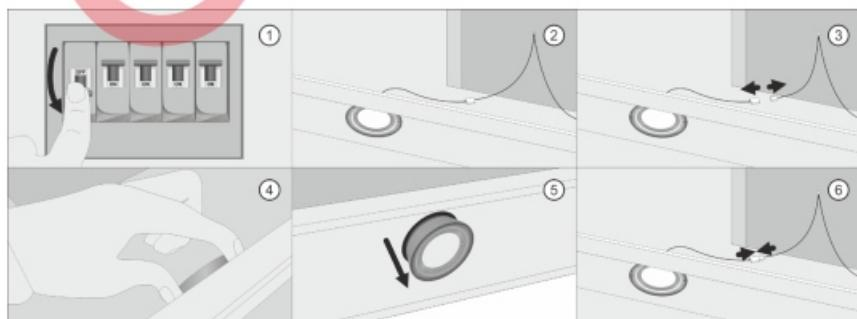

Рис. 15 Замена ламп освещения
Перед заменой ламп следует отключить изделие от сети питания. (Рис. 15. 1)
1. Извлечь жировой алюминиевый фильтр; (Рис. 15. 2)
ния лампы, нажав на фиксатор на нем; (Рис. 15. 3)
3. Изнутри вытяжки нащупать две фиксирующие пластины лампы, сжать их пальцами и вытолкнуть лампу вниз; (Рис. 15. 4, 5)
4. Установить новую лампу того же типа и характеристик (12 В, 1,5 Вт), и последовательно подключить к питанию. (Рис. 15. 6)